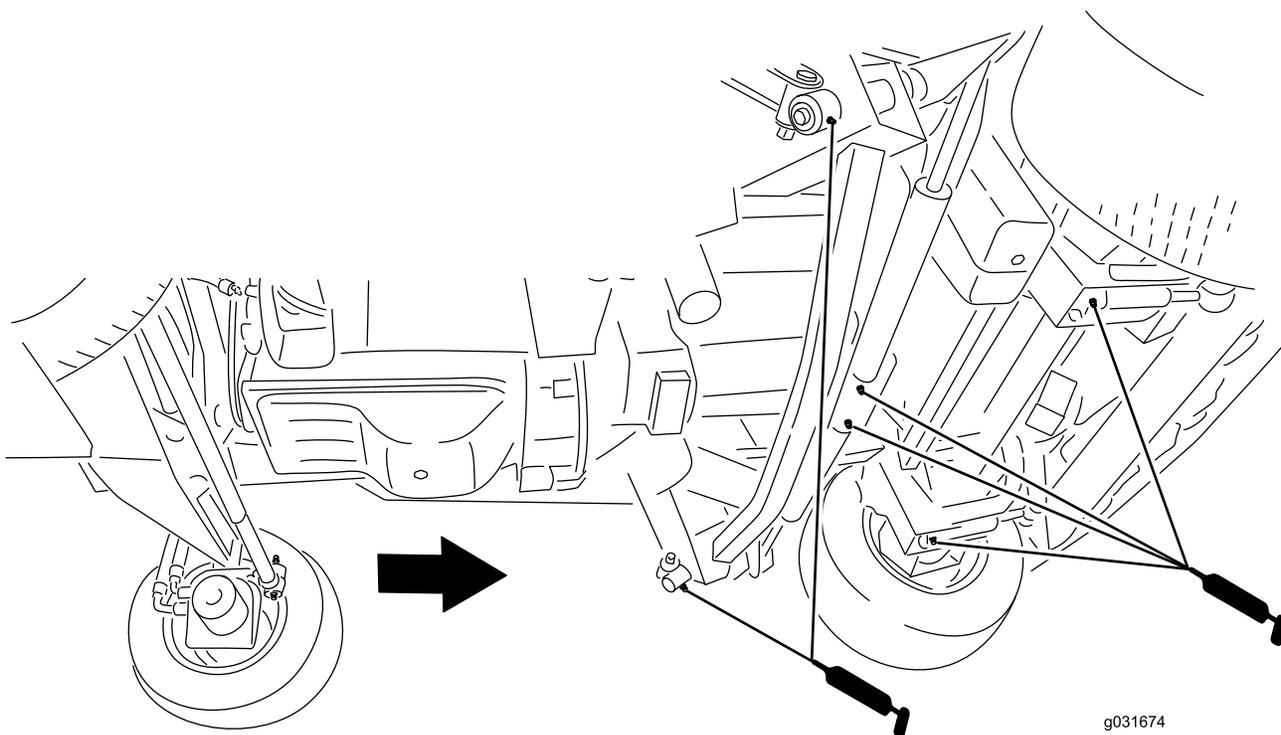

Рисунок 86
- Рычаги амортизаторов (2 шт.) (**Рисунок 86**)
- Шарниры гидроцилиндров подъема передней деки (2 шт.) (**Рисунок 86**)
- Шарниры гидроцилиндров подъема боковой деки (2 шт.) (**Рисунок 86**)